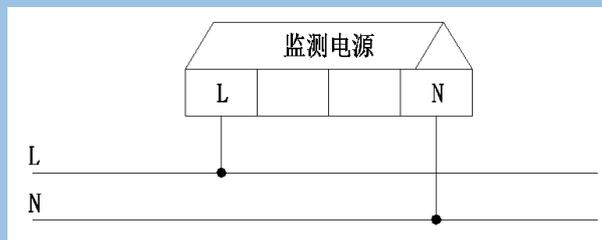

图 4：单相电压传感器-监控电源接线图
(3) 被监控电源按照图 4 方式接入传感器。
(4) 当系统开通以后,可以对传感器进行逐个测试。
(5) 传感器离控制器的最远距离不大于 1200m,且末端电压不能小于 18V。二总线的线径不小于 1mm²;在弱电竖井内,二总线的线径不小于 1.5mm²。